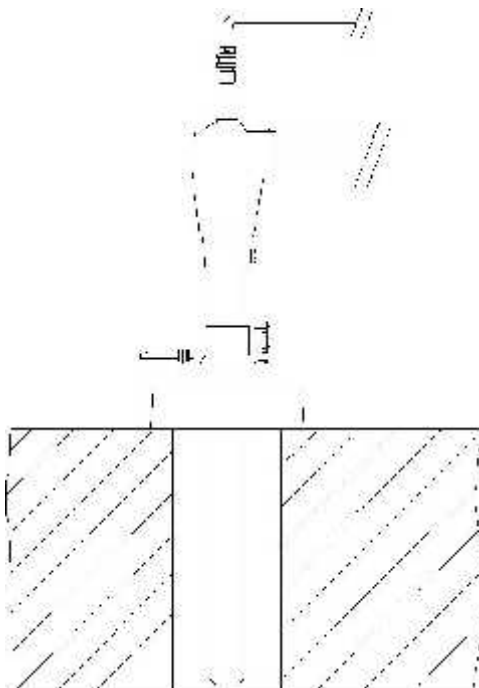

Рис.4 Установка инжектора
- Правильно установить инжектор, как показано на схеме (рис. 4)